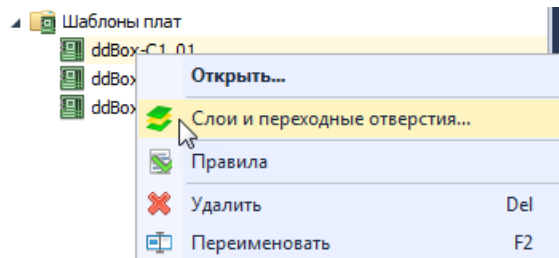

Рис. 136 Вызов редактора слоев и переходных отверстий для шаблона платы
2. Вызовите контекстное меню и выберите пункт «Слои и переходные отверстия...», Рис. 136.